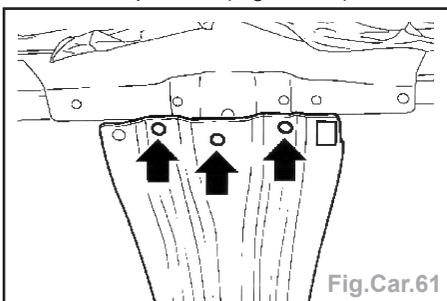

Fig.Car.61
- Séparer et déposer par perçage l'arceau central de pavillon (Fig.Car.61).